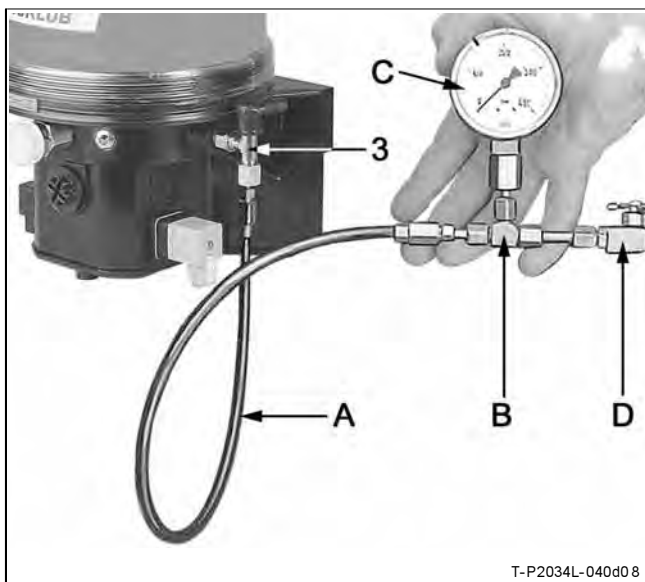

Abb. 9-4 Druckbegrenzungsventil prüfen
- ➔ Manometer C (Abb. 9-4) am Druckbegrenzungsventil 3 anschließen.